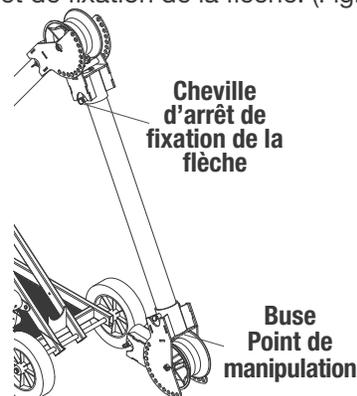

Figure 11 : Manipuler la position de la flèche
5. Saisir la buse par l'orifice à l'extrémité du tube de flèche et la soulever pour libérer la contrainte sur les chevilles d'arrêt de fixation de la flèche. (Fig. 11)